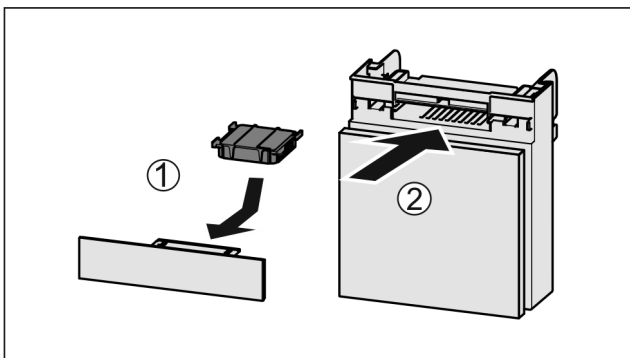

Fig. 116
- ▶ Aktivkohlefilter nach Abbildung einsetzen Fig. 116 (1).
- ▶ Fach einschieben Fig. 116 (2).